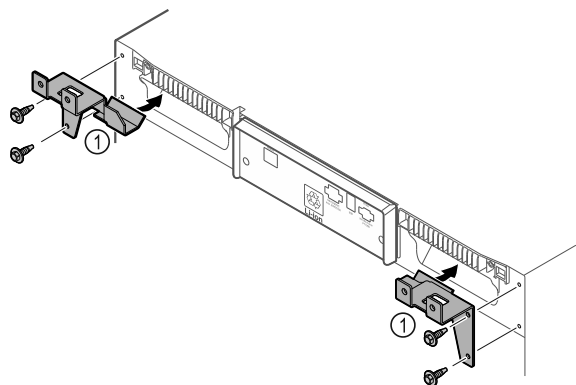

Fig. 9
- ▶ 用随附的螺钉将固定部件 Fig. 9 (1) 安装在冰箱上。